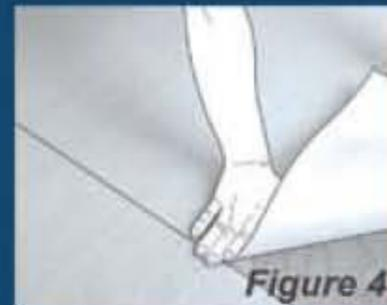

Figure 4
8. S'assurer que les joints se touchent et soient bien collés au sous-plancher. Ils n'ont pas besoin d'être scellés avec du ruban adhésif (figure 4).